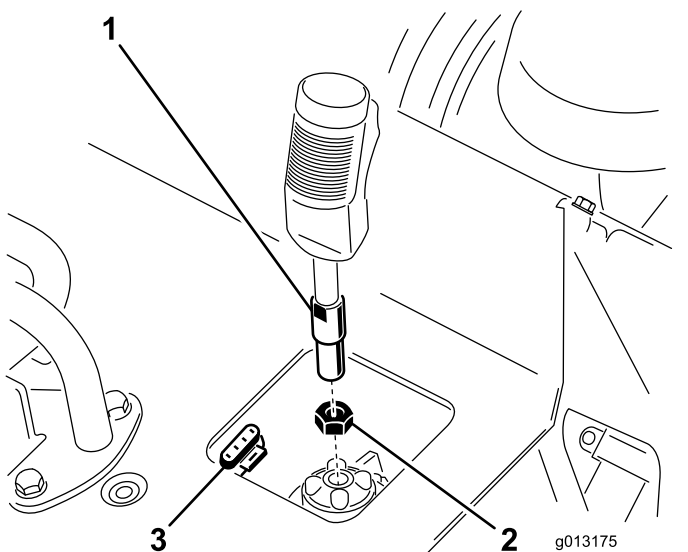

Figura 3
1. Înfiletați contrapiuliua în maneta de control a mainii de frezat (Figura 3).
2. Înfiletați maneta de control a mainii de frezat în elementul de pe panoul de comandă (Figura 3).
3. Cu declanșatorul orientat în față, strângeți contrapiuliua înspre element pentru a fixa maneta (Figura 3).
4. Conectați cablul de la nivelul manetei cu conectorul cu 4 pini de sub panoul de comandă (Figura 3).